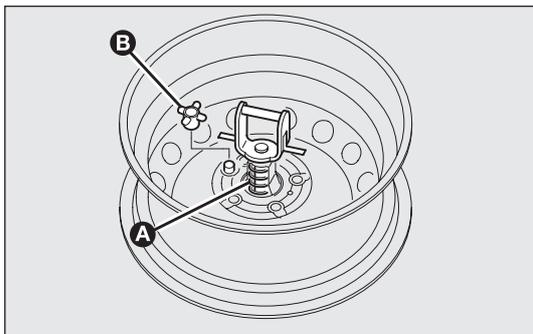

fig. 140
- ❑ fissare la staffa A-fig. 140 al cerchio dopo averla fatta passare attraverso il foro, inserire il perno filettato all'interno di uno dei fori colonnette e bloccare avvitando il pomello B;